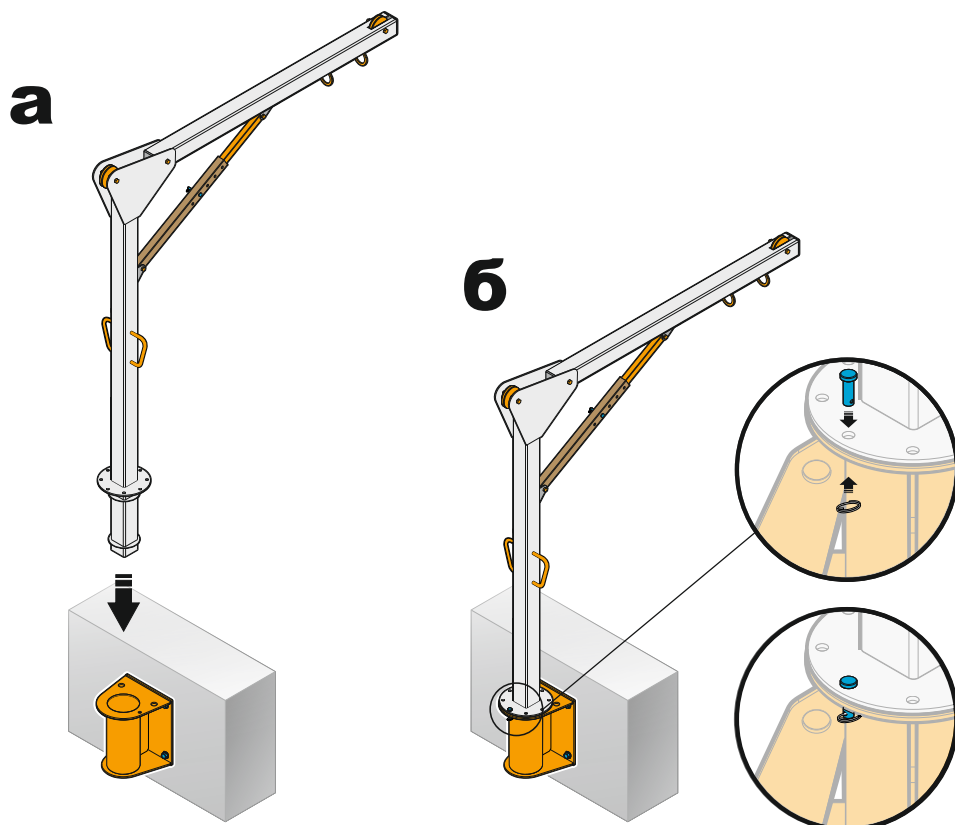

Рис. 11 Установка переносного анкерного устройства, арт. IV01 в базу для установки на вертикальной поверхности, арт. VIV02.
Установка переносного анкерного устройства, арт. IV01 в базу для установки на вертикальной поверхности, арт. VIV02 (рис. 11):
2. Вставить переносное анкерное устройство в «стакан» базы (рис. 11а). База для установки на вертикальной поверхности и переносное анкерное устройство должны быть полностью смонтированы, проверены и одобрены для эксплуатации компетентным лицом.
3. Для фиксации угла поворота переносного анкерного устройства относительно базы использовать фиксирующий штифт (рис. 11б).